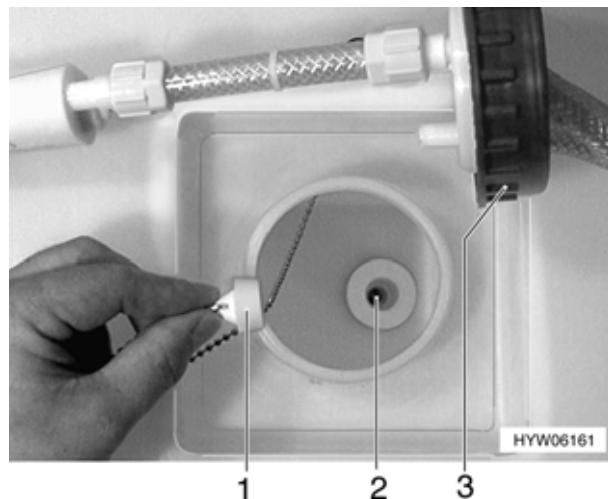

Fig. 172 Serbatoio dell'acqua, tappo di chiusura (variante 1)
Variante 1 (Fig. 172):
- Chiudere l'apertura di scarico (Fig. 172,2) nel serbatoio dell'acqua con il tappo di chiusura in dotazione (Fig. 172,1).
- Estrarre il tappo di chiusura (Fig. 172,1).